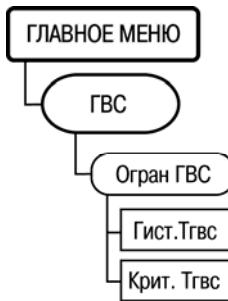

Рисунок 6.19
6.12.10 Для задания параметров управления клапаном ГВС служит пункт меню //ГВС/Крит Тгвс (рисунок 6.19).